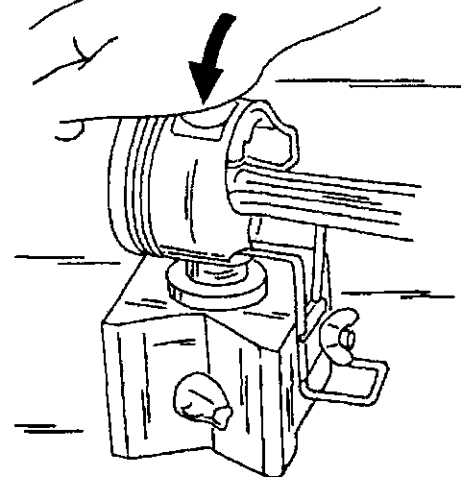

Рис. 127.
- Ручкой и монтажным стержнем вставить поршневой палец (Рис. 127). Если требуется, для установки заподлицо покачивать шатун. Вдавить поршневой палец до упора. Специальное приспособление гарантирует запрессовку в точном положении. Через несколько секунд снять с поршня накладку и проверить свободу перемещения поршня на шатуне после того, как он охладился.